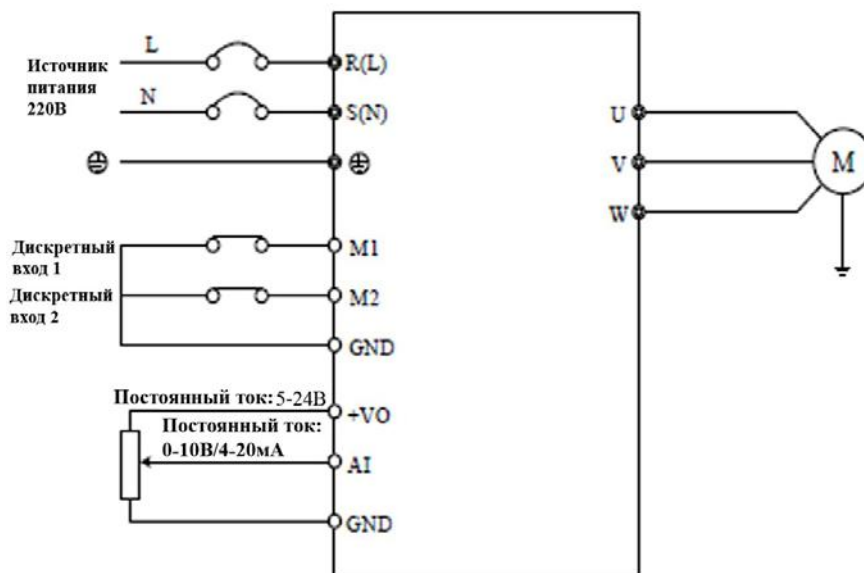

**Рисунок 2**
2. Установите металлическую пластину на мотор насоса и зафиксируйте винтами (смотрите рисунок 2).